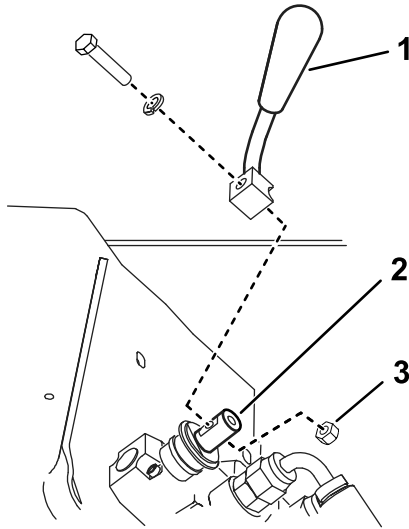

Figura 3
2. Sujete la palanca a la válvula selectora de velocidad usando el perno, la arandela de freno y la tuerca, como se muestra en la Figura 3.